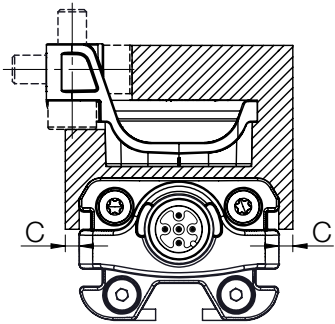

图 5-5: 最小间距C
- 位置指示器和磁化材料构成的部件之间的距离C至少应为10 mm (参见图 5-5)。
- 位置指示器和磁化材料构成的部件之间的距离C至少应为10 mm（参见图 5-5）。